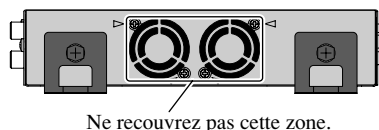

Fig. 10
- Les cordons ne doivent pas couvrir la zone montrée sur la figure ci-dessous. C'est nécessaire pour permettre à l'amplificateur de rayonner librement. (Fig. 10)